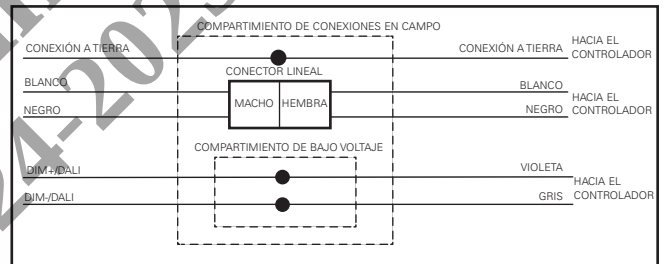

Figura 9.
4. Alimentación de 120 V o 277 VCA: Conecte el cable blanco con el blanco, el negro con el negro y el verde (del suministro eléctrico) con el cable pelado de cobre en la caja de derivación. El desconector lineal viene marcado con blanco (común) y negro (vivo) (Figura 9.). Si la luminaria se encenderá desde un interruptor de pared, conecte el cable de alimentación negro con el interruptor.
- a. Para una regulación de 0-10 V, utilice el cable violeta para el cable DIM+ y gris para el DIM- en el compartimiento de voltaje bajo (Figura 9.).
- b. Para una regulación por balasto DALI, utilice los cables violeta y gris, el código del color carece de importancia (Figura 9.).